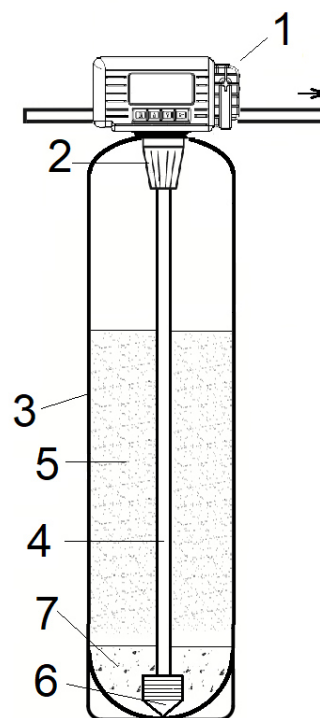

Рис. 4.
5.6 В состав системы осветления и обезжелезивания входит (см. Рисунок 4):